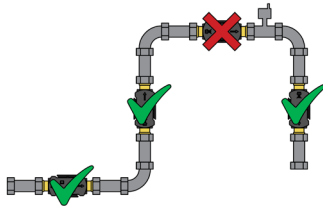

Fig.1
1. No colocar el caudalímetro en el punto más alto de la instalación (**Fig.1**);